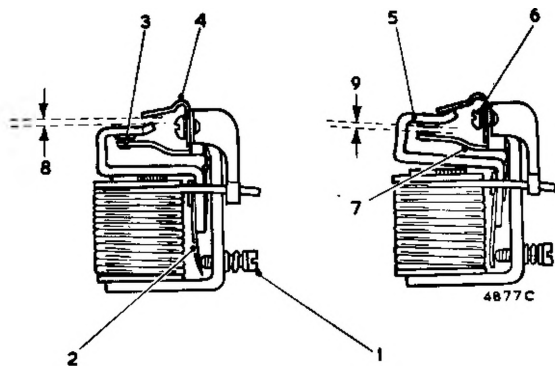

Fig. N.6
- (3) Svitare la vite di taratura dell'interruttore sinchè si stacca dalla molla di tensione dell'àncora. Allentare le viti di fissaggio dell'àncora.
- (4) Spingere l'àncora contro l'espansione del nucleo e riavvitare le viti di fissaggio,
- (5) Piegare l'arresto di modo che, con l'àncora premuta contro il nucleo, tra il detto e l'àncora rimanga una luce di mm 0,76 (8, Fig. N.6).
- (6) Piegare la lamina portacontatto fisso di modo che, con l'àncora rilasciata,